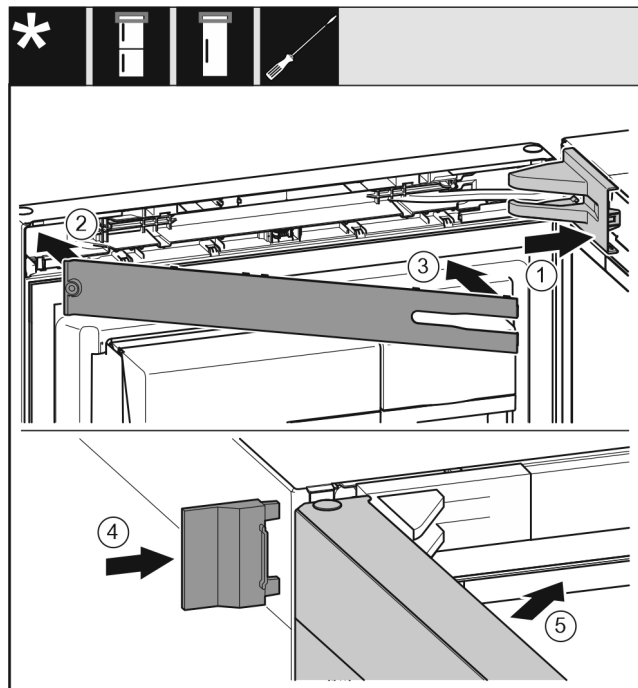

Fig. 31
- ▶ Lagerbockabdeckung Fig. 31 (1) aufsetzen und einrasten, ggf. vorsichtig auseinanderdrücken.
- ▶ Blende Fig. 31 (2) aufsetzen.
- ▶ Blende Fig. 31 (3) aufsetzen.
- ▶ Äußere Abdeckung Fig. 31 (4) aufschieben.
- ▶ Obere Tür Fig. 31 (5) schließen.